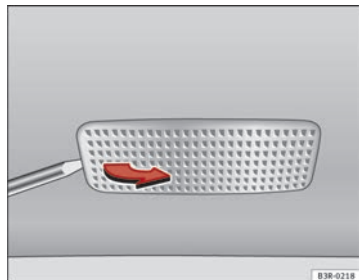

Fig. 239 Desmontaje luz del parasol
- Retire la luz con cuidado, utilizando un destornillador por su parte plana ⇒ fig. 239.